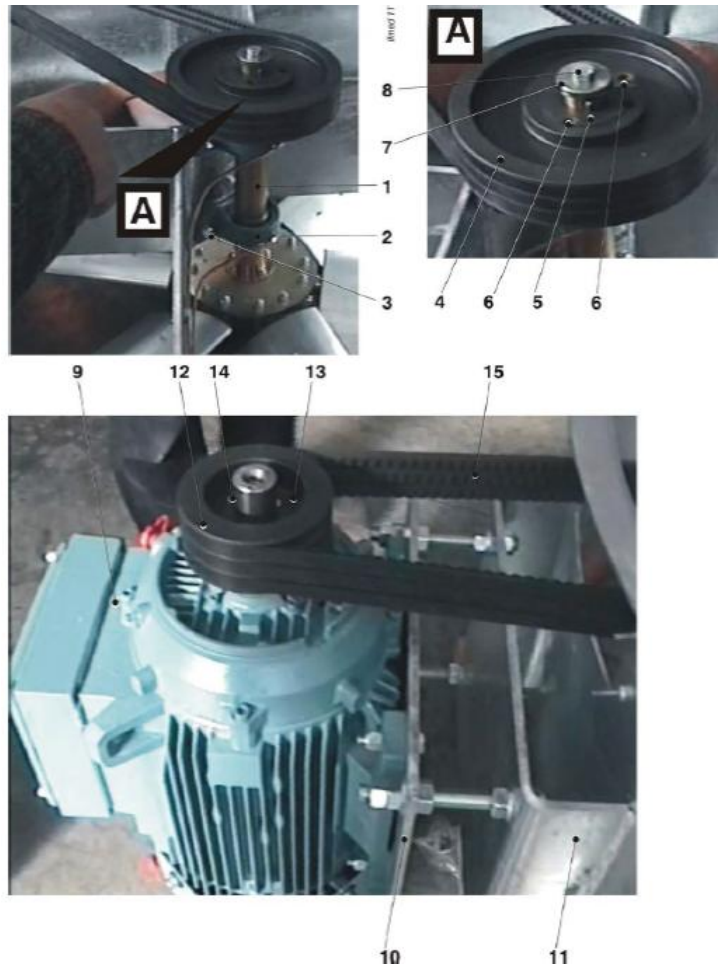

Abb. 2-3: Montage des Flügelrades bei den Ventilatoren der Modelle GFF-01 / GFF-04 / TFF-09 / TFF-12.
1. Die Antriebswelle (1, Abb. 2-3) in die beiden Lagerhalterungen (2) einsetzen und mit dem jeweiligen Schrauben- und Unterlegscheibenpaar (3) befestigen. Falls die Anlage mit einem MONOBLOCK geliefert wurde, ist dieser einzubauen, wobei darauf zu achten ist, dass die darauf enthaltenen Hinweise in Bezug auf die Angaben "Riemenscheibenseite" und "Flügelradseite" eingehalten werden.
1. Die beiden Halbringe mithilfe der seitlichen Schrauben (1, Abb. 2-3) befestigen.